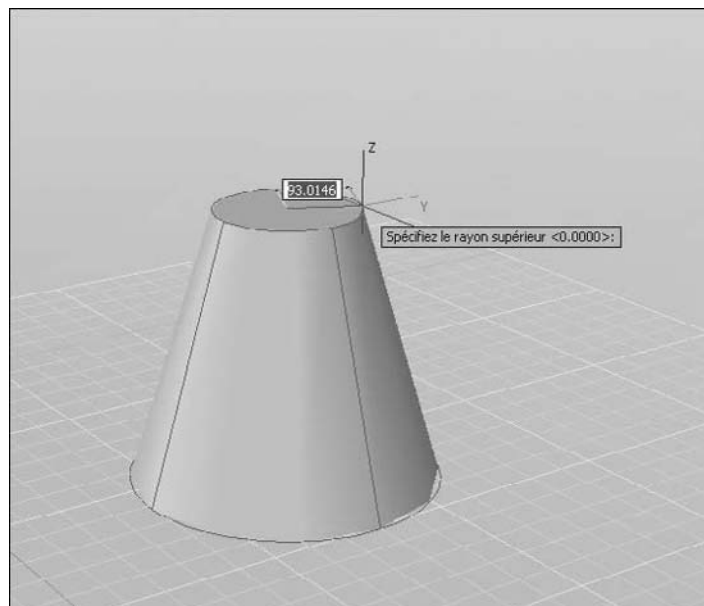

Fig.17.15
- 5 Spécifiez le rayon supérieur (fig.17.15).